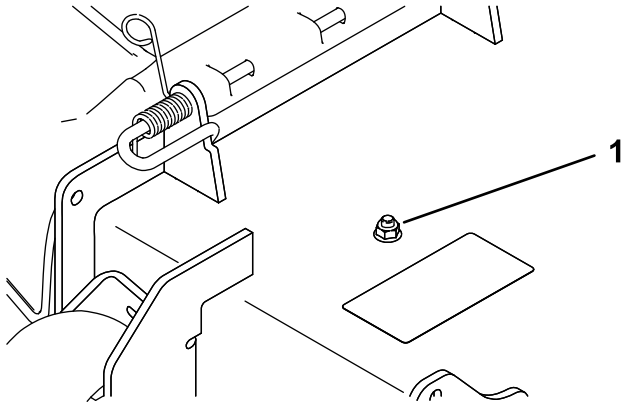
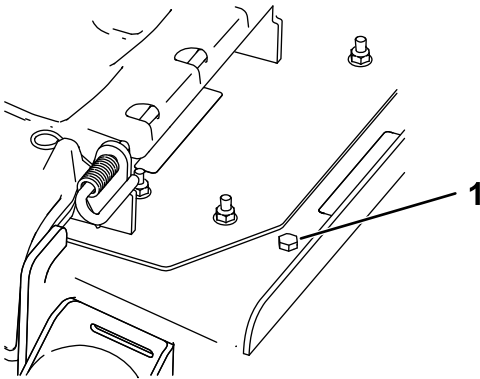

Figura 8
Figura 9
1. Retire la tuerca y el perno de la posición indicada en la Figura 8 o la Figura 9.